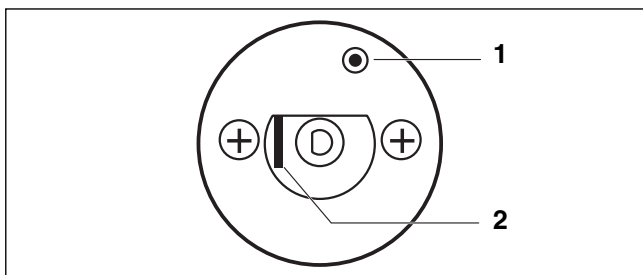

Рис. 5 Срабатывание предохранительного ограничителя температуры
- ▶ Нажать отверткой на рычажок или кнопку (в зависимости от типа системы управления) и держать так, пока сработает предохранительный ограничитель температуры (→ рис. 5).